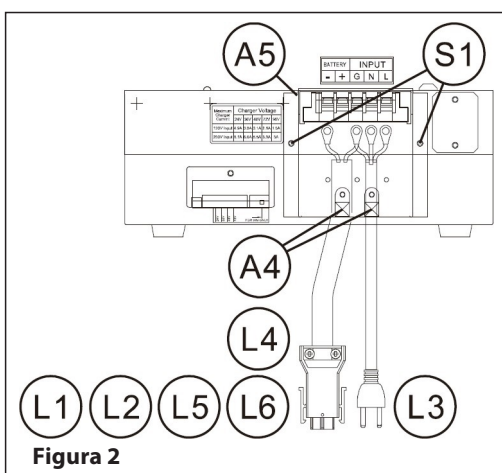

Figura 2
4. Conecte los cables de la batería al terminal de la caja de la batería (figura 2).